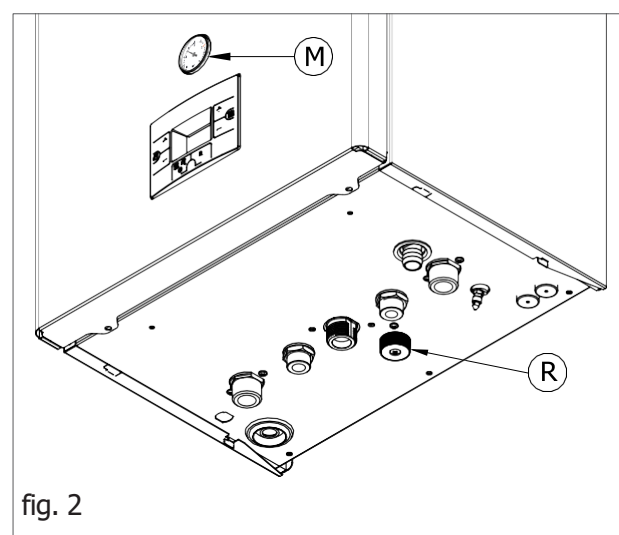

fig. 2
3. Deschideți robinetul de umplere „R” (fig.2).
5. Utilizați manometrul „M” (fig. 2) pentru a verifica dacă presiunea în sistem atinge 1.2 bar (fig. 4)
6. După efectuarea acestei operațiuni, asigurați-vă că robinetul de umplere „R” (fig. 2) este închis corespunzător.